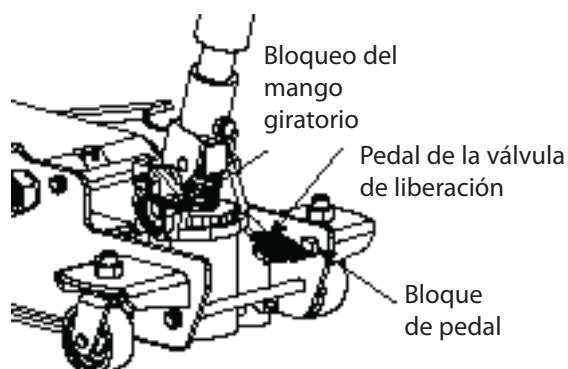

Figura 2 - Pedal de la válvula de liberación
3. Para familiarizarse con la operación básica, inserte y sujeté el mango provisto en la horquilla del mango. La válvula de liberación de este modelo siempre está 'CERRADO' para que usted puede simplemente bombear el mango de operación para levantar la carga. Para bajar la carga, simplemente ubique y presione el pedal de la válvula de liberación. La válvula de liberación de este modelo siempre tiene base en resorte en la posición de 'ENCENDIDO' y puede requerir habilidades especiales y capacitación para operarse con aptitud. Se debe de ejercer algún cuidado especial al momento de bajar la carga. La figura 2 demuestra la posición de abierta de la válvula de liberación usada para bajar la larga.